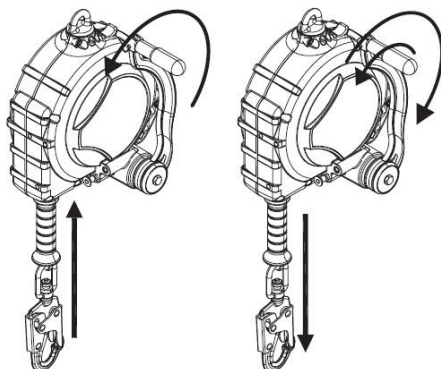

図3 巻き上げ巻き下げ
- ⑤ 図3のようにハンドルを回して上げ下げを行います。上げるためにはハンドルを反時計回りに回します。下げるためには、まず少し反時計回りに回し、その後時計回りに回します。